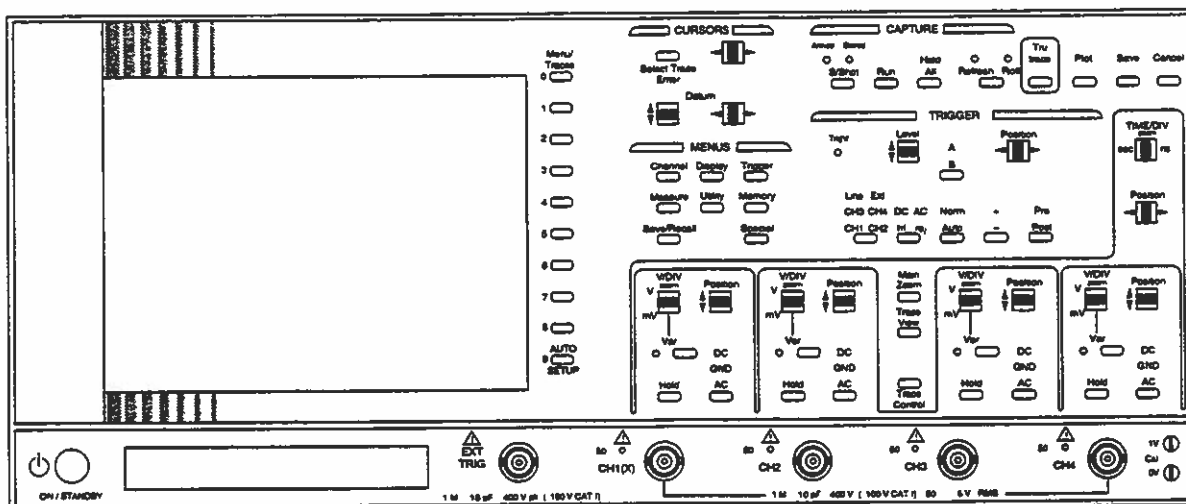

Abb. 1.2c Mehrstufentasten
Beim dritten Typ handelt es sich um Mehrstufentasten mit fünf Stellungen, deren Wirkung davon abhängt, wie weit die Taste gedrückt wird. Beispielsweise bewirkt ein leichter Druck (nach oben oder unten) auf die Taste **Position** (30) nur eine leichte Bewegung der Signalanzeige. Wird die Taste stärker gedrückt, bewegt sich die Signalanzeige schneller. Siehe Abb. 1.2c.